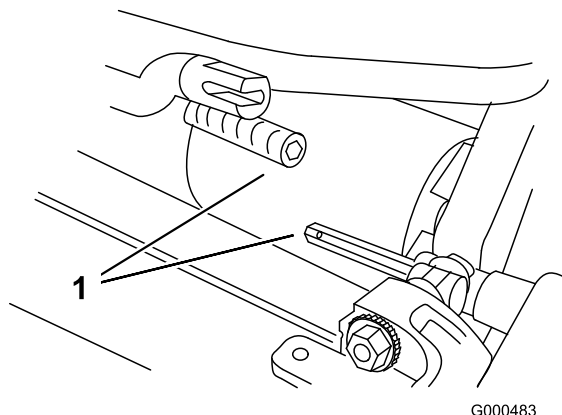

Figura 49
6. Empurre a unidade de corte para a frente, cerca de 51 mm, e posteriormente para a direita de modo a desengatar a união da transmissão (Figura 49).